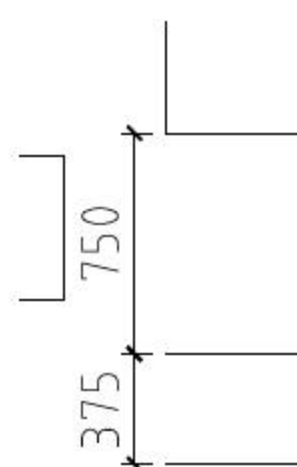

图8-19 偏移矩形边
**04** 调用O【偏移】命令，向下偏移矩形边，如图8-19所示。